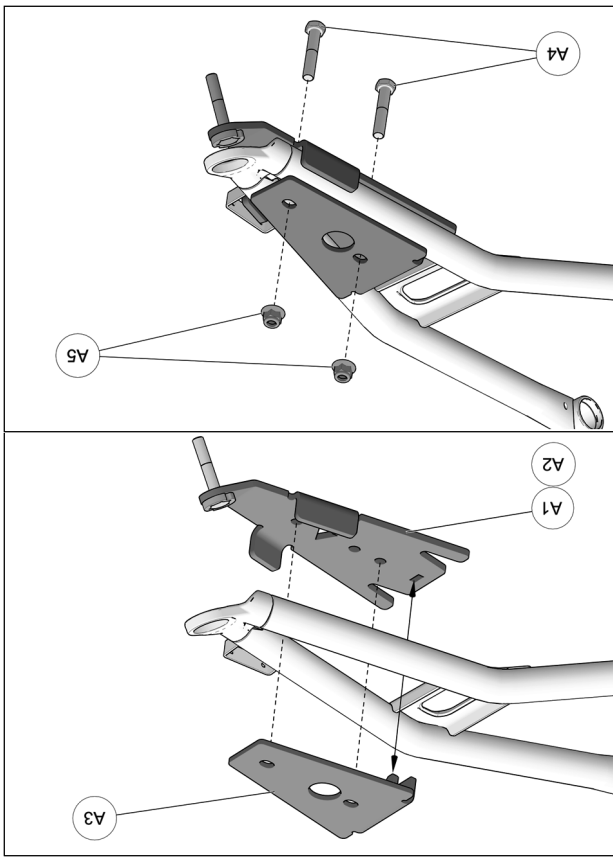

Fig. 14
5. Positionner la partie inférieure de l'ancrage anti-rotation (A1-A2) sous le bras de suspension inférieur. Positionner la partie supérieure (A3) au-dessus du bras de suspension de façon à ce que les trous de la partie supérieure s'alignent avec ceux de la partie inférieure. Insérer les boulons M10x55mm (A4) par le dessous de l'ancrage et assembler les deux parties avec les écrous (A5) fournis. Serrer l'assemblage à un couple de 50 N•m [37 lb•pi]. Voir la Fig. 14